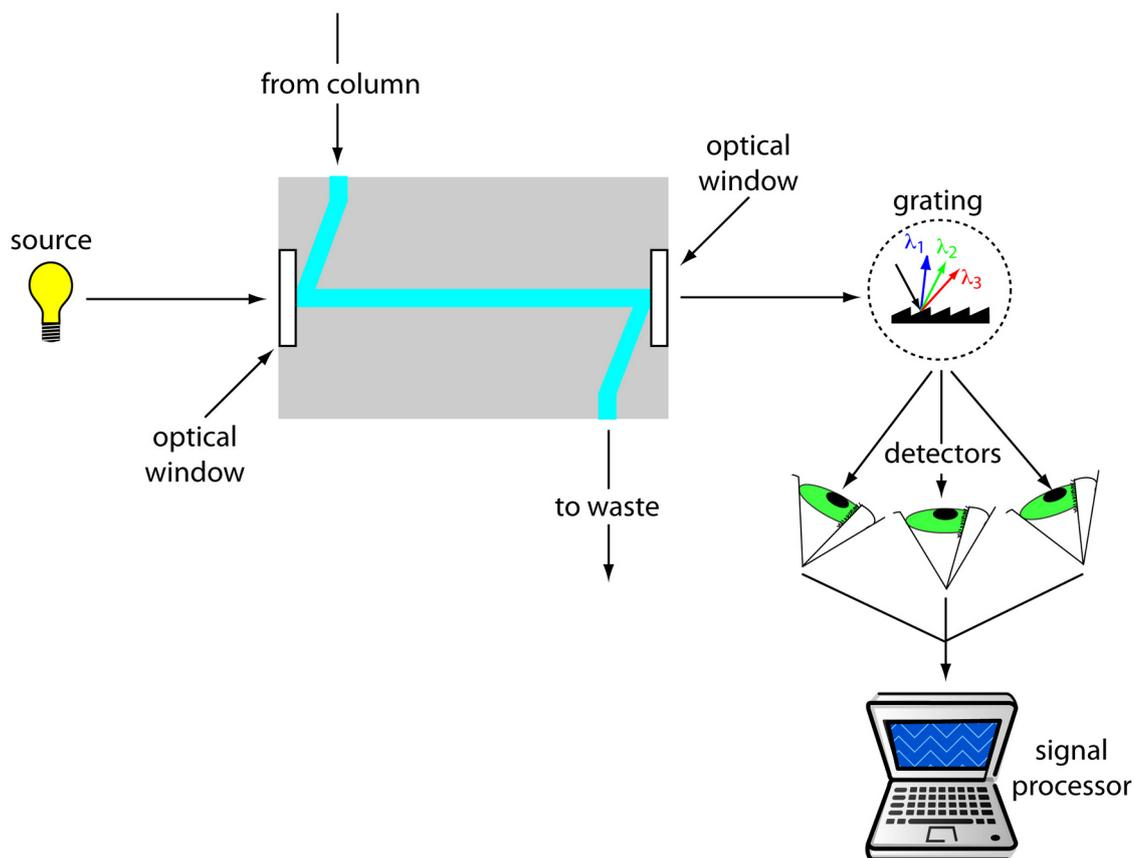

Abb. 4.2: Schema eines DAD (Quelle: www.chem.libretexts.org)
4.3. Erklären Sie anhand Abb. 4.2 den baulichen Unterschied zwischen einem UV/VIS-Detektor und einem DAD, sowie den Vorteil letzteren.